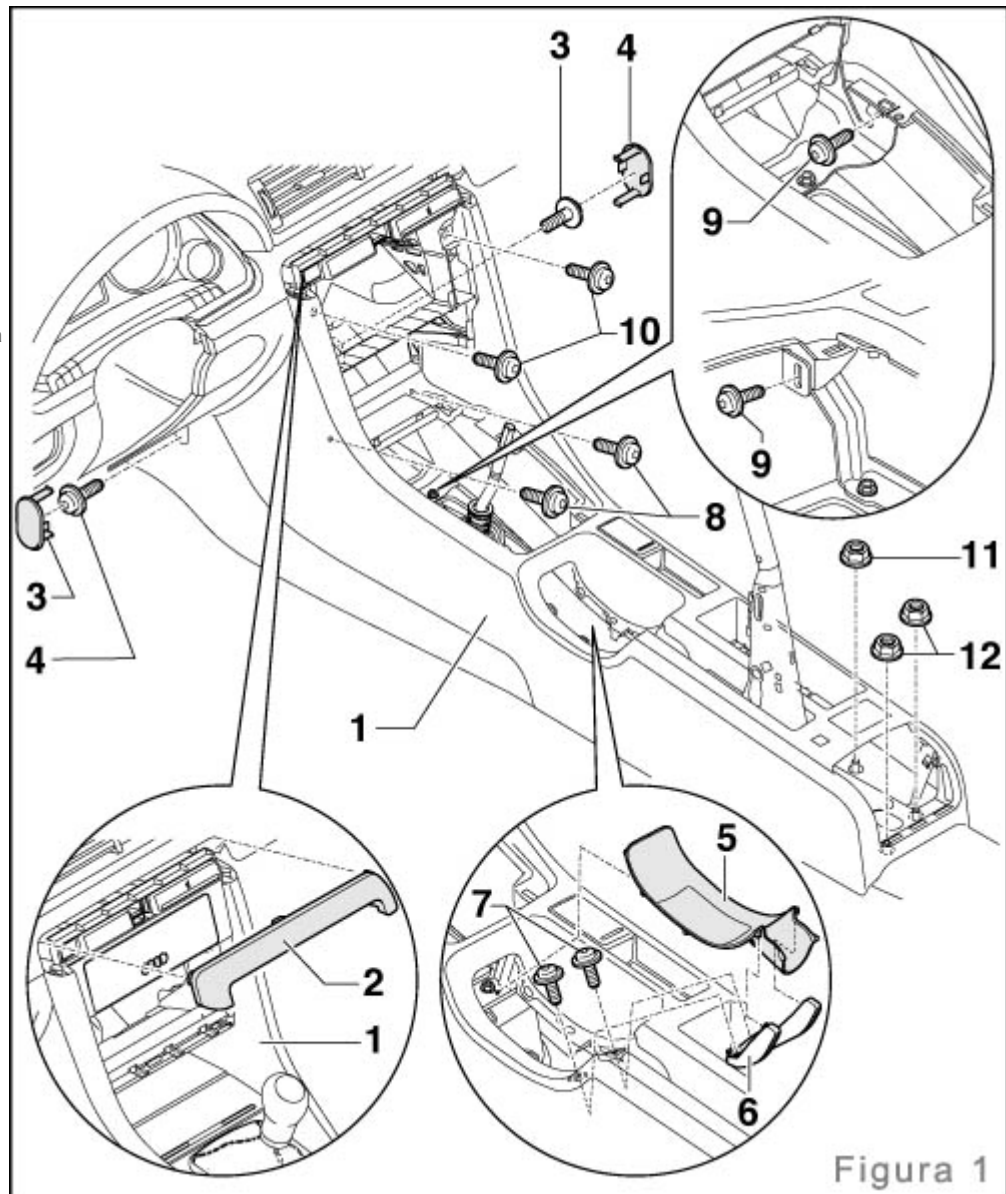

Figura 1 - Consola Central
Necesitarás el set de 4 llaves para quitar la radio, aunque ahora sólo utilizarás 2 de ellas. Inserta las llaves como muestra la Figura 1 hasta que oigas un "clic" y empuja la unidad hacia tí. Retira los 2 conectores ISO (señales y Altavoces), el conector de 20 pines y el de la antena aérea de la parte trasera de la unidad.
Nota Aclarativa: Esta imagen de la Figura 1 es la foto principal que seguiremos para todos los procesos descritos a continuación.
-5- (Figura 1) por
Soltar los dos tornillos -8- (Figura 1) del receptáculo del cenicero. Soltar los cuatro tornillos -9- (Figura 1) de alrededor del mando del cambio, que sujetan la consola central.
Soltar los dos tornillos -10- (Figura 1), en vehículos con reposa-brazos central: Soltar la tuerca combinada hexagonal -11- (Figura 1). Soltar las dos tuercas combinadas hexagonales -12- (Figura 1), Tirar con fuerza de la consola central hacia atrás, aplicando fuerza, si hemos seguido los pasos correctamente, no hay problema de romper nada pero sí de rallar algo.